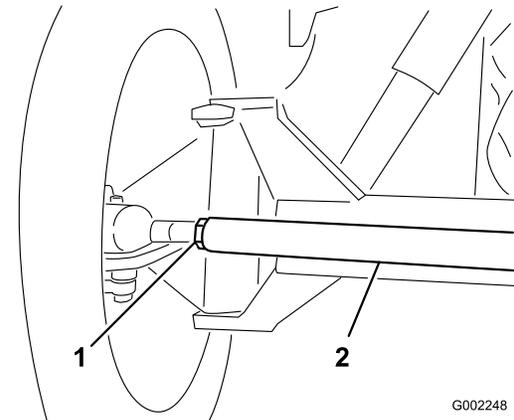

Bild 53
3. Wenn der Wert nicht im angegebenen Bereich liegt, lösen Sie die Klemmmuttern an beiden Ende der Spurstange (**Bild 53**).